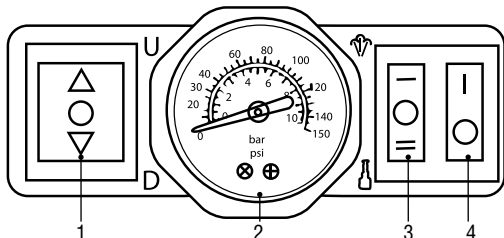

Рисунок 5 - Панель управления
2. Проверьте положение переключателей, они должны находиться в положении «0» (выкл) (рис. 5, п. 1, 3, 4), если это не так, переведите переключатели в положение «0», а затем подключите вилку в розетку прикуривателя автомобиля.
3. Установите переключатель режимов (рис. 5, п. 3) в положение «||», а переключатель подъёма / опускания (рис. 5, п. 1) в положение «▲» (вверх), после этого домкрат начнёт подъём. Осуществляйте подъём до тех пор, пока расстояние между автомобильной шиной и опорной поверхностью будет составлять около 5 см. Переведите переключатель в положение «0», домкрат прекратит подъём, а автомобиль будет автоматически зафиксирован на нужной высоте.
4. После замены колеса, переведите переключатель направления (рис. 5, п. 1) в положение «вниз», и домкрат начнет плавно опускаться.
2. Установите переключатель режимов (рис. 5, п. 3) в положение «I», компрессор начнёт работать. Контролируйте давление в шине по показаниям манометра.
3. После достижения необходимого давления переведите переключатель режимов (рис. 5, п. 3) в положение «O», отвинтите головку накачки, и уложите в отсек для инструментов. Далее вытащите вилку из розетки прикуривателя.